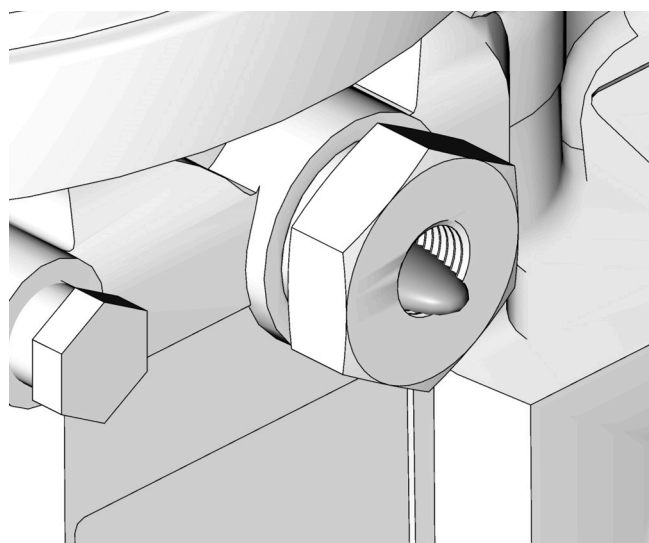

FIG. 16
2. Far funzionare la pompa solo finché il lubrificante non fuoriesce dal raccordo dell'elemento privo di aria (FIG. 16).